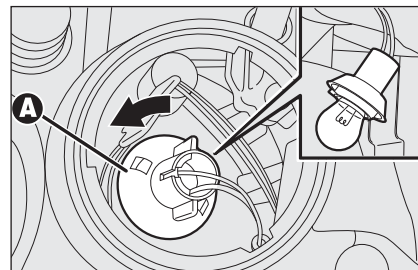

fig. 28
- ☐ ruotare in senso antiorario il portalampada **A-fig. 28**, estrarre la lampada e sostituirla;